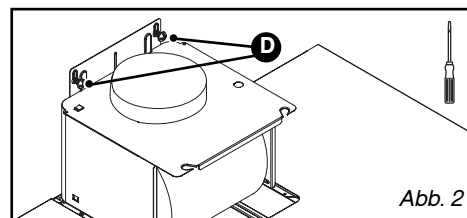

Abb. 2
– Die Dunstabzugshaube an den beiden Schrauben aufhängen. (D/Abb. 2).